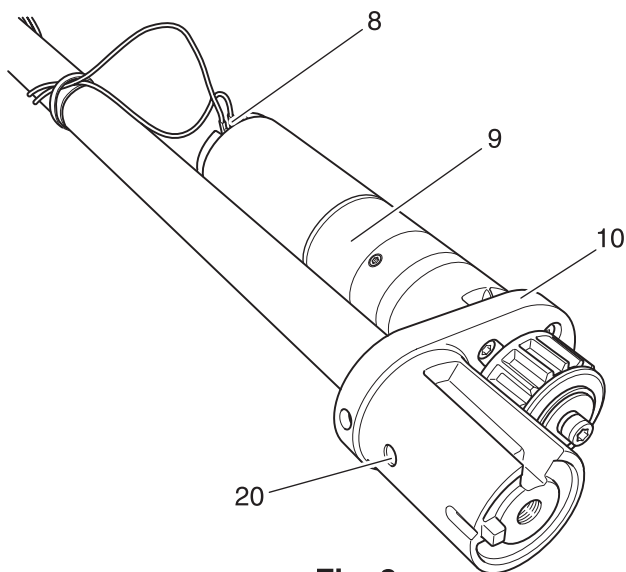

Fig. 3a
- Die Schraube 20 des Motorflanschs 10 etwas lösen (Fig. 3a).
- Die Verbindungskabel 8 an der Antriebseinheit 9 für Drehen abziehen (Fig. 3a).